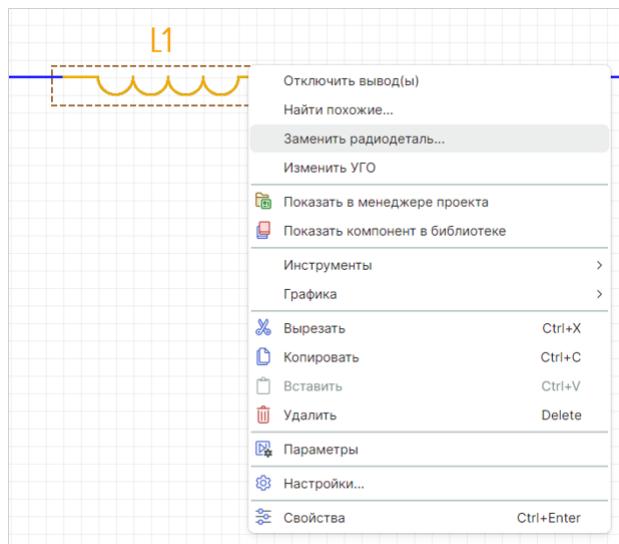

Рис. 93 Инструмент «Заменить радиодеталь/компонент»
1. Вызовите контекстное меню для размещенного компонента и выберите «Заменить радиодеталь», см. Рис. 93.